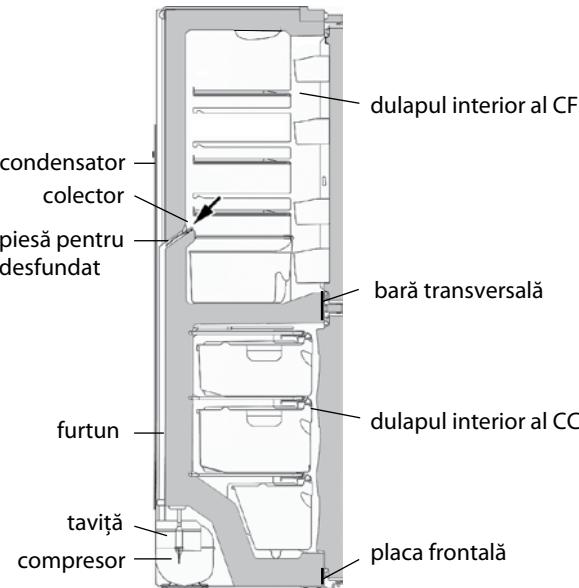

Figura 10 – Schema surgerii apei rezultate în urma topirii din CF
4.2.1 În CF se folosește un sistem automat de dezghețare. Bruma, care apare pe peretele din spate a CF, după deconectarea compresorului care lucrează în ciclu, se topește și se transformă în picături de apă. Picăturile de apă rezultată în urma topirii se scurg în colector, apoi prin gaura acestuia și prin furtun - în taviță de pe compresor, în conformitate cu figura 10 și se evaporă. Gaura colectorului este dotată cu o piesă pentru prevenirea înfundării sistemului de drenaj.
Prezența apei în colector indică înfundarea sistemului de drenaj. Pentru eliminarea înfundării folosiți piesa corespunzătoare și curățați gaura colectorului, astfel ca apa să se scurgă liber în taviță, apoi spălați piesa și instalați-o în conformitate cu figura 10.